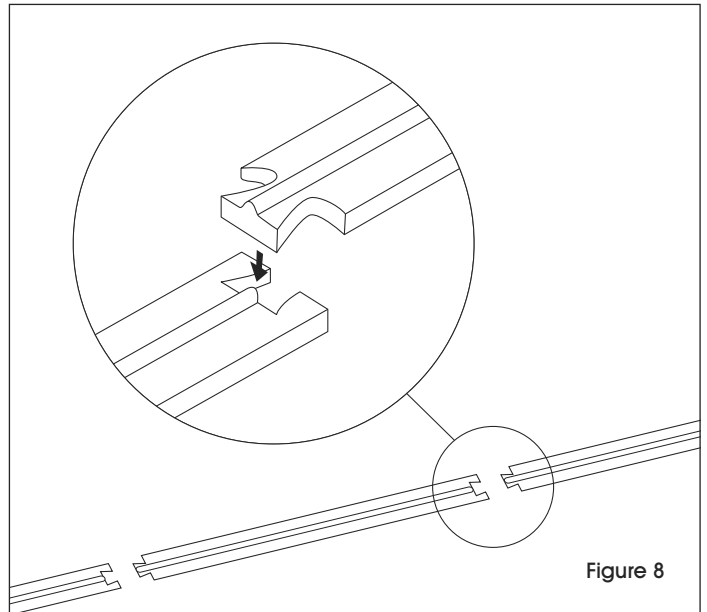

Figure 8
- Place end track in desired location and connect track segments. (See Figure 8)
2. Placez le rail d'extrémité à l'endroit désiré et raccordez les parties de rail. (Voir Figure 8)